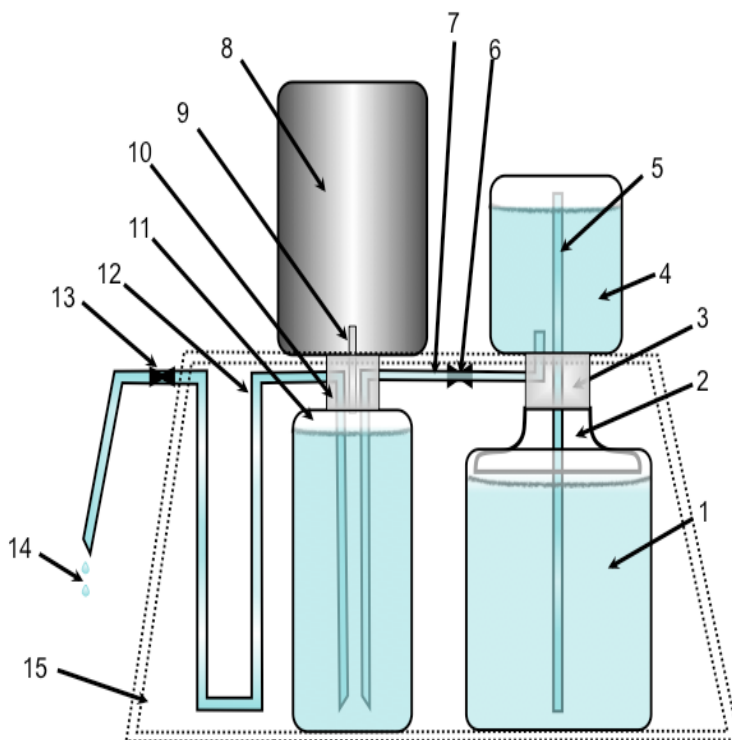
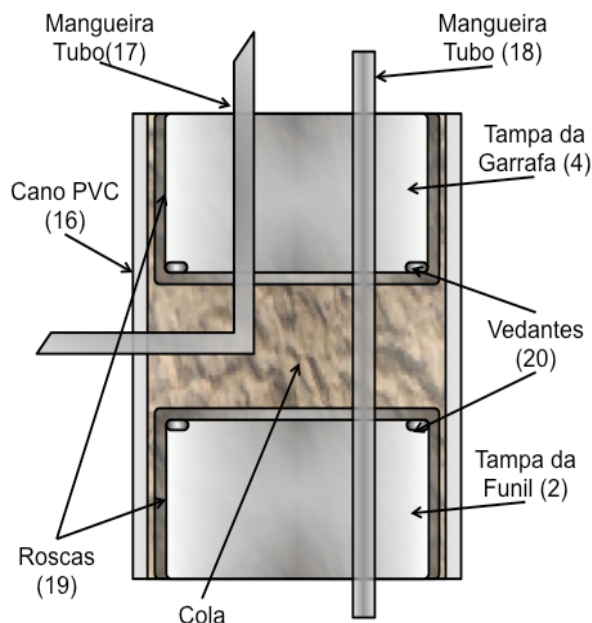
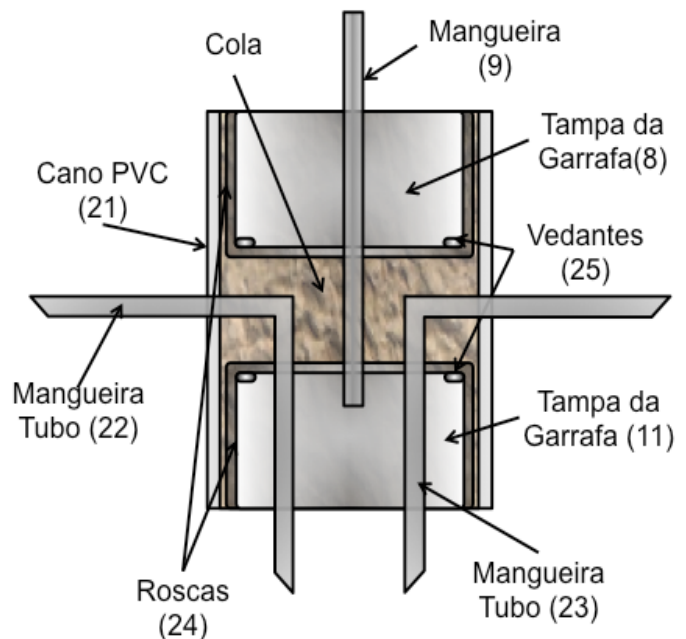

Figura 1 - Esboço do Irrigador Solar
Figura 2 - Acoplador (3)
Figura 3 - Acoplador (10)
O irrigador solar é composto pelas partes mostradas na Figura 1
2.1. Montagem caseira do acoplador (3)
B) faça um furo fora do centro (ver Figura 2) na tampa da garrafa PET que será o funil (2) mostrado na Figura 1. Use a broca ou o arame ou prego quente. Não retire os vedantes já existentes nas tampas;
C) faça dois furos na tampa da garrafa que será o recipiente (4), ver Figura 2.
K) passe a extremidade desta mangueira que se encontra dentro do cano por um dos furos na tampa da garrafa que servirá como recipiente (4);
M) passe a outra extremidade desta mangueira, pelo outro furo da tampa da garrafa, recipiente (4). Não insira ainda esta tampa no cano de PVC;
Sua montagem deve parecer com o esboço na Figura 2.
b) fure em três posições a tampa da garrafa PET (11), ver Figura 1, e como mostrado na Figura 3;
d) faça um furo na tampa da garrafa de vidro pintada de preto, bomba solar (8);
g) verifique as passagens nos tubos. Caso positivo, está pronto o acoplador (10).
Sua montagem deve parecer com o esboço na Figura 3.
1 - ligar nas extremidades do tubo (18) (ver Figura 2) dois pedaços de mangueiras com comprimento conforme as profundidades dos recipientes (1) e (4). Nas extremidades cortar em "V" ou na diagonal. Forma-se o duto de sucção (5);
7 - encher todos os recipientes com água. No recipiente (4), deve ficar um espaço com ar (ver Figura 1). Encher completamente o recipiente (11). O recipiente (1) pode ser instalado como será explicado no item 9;
14 - manter a válvula (6) aberta e a (13) fechada, depois pressionar lentamente o recipiente (11), se for de plástico, para tirar o ar de dentro do duto (7), ver Figura 1;